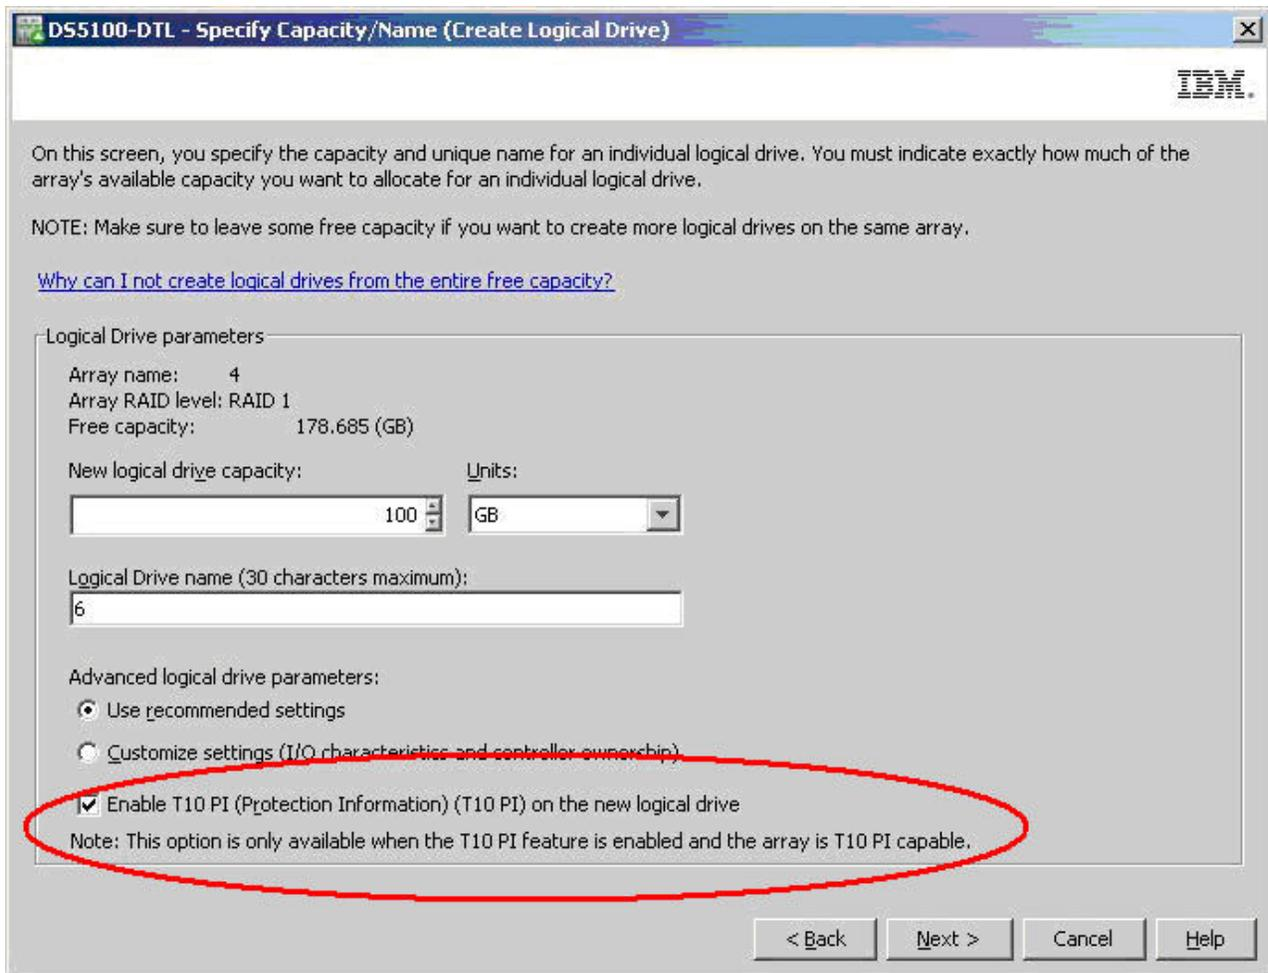

Figura 9. Ativando o T10 PI em uma Unidade Lógica
- No diálogo Especificar Capacidade/Nome (Criar Unidade Lógica), clique em **Ativar T10 PI (Informações sobre Proteção) (T10 PI) na unidade lógica**, conforme mostrado na Figura 9 na página 63.